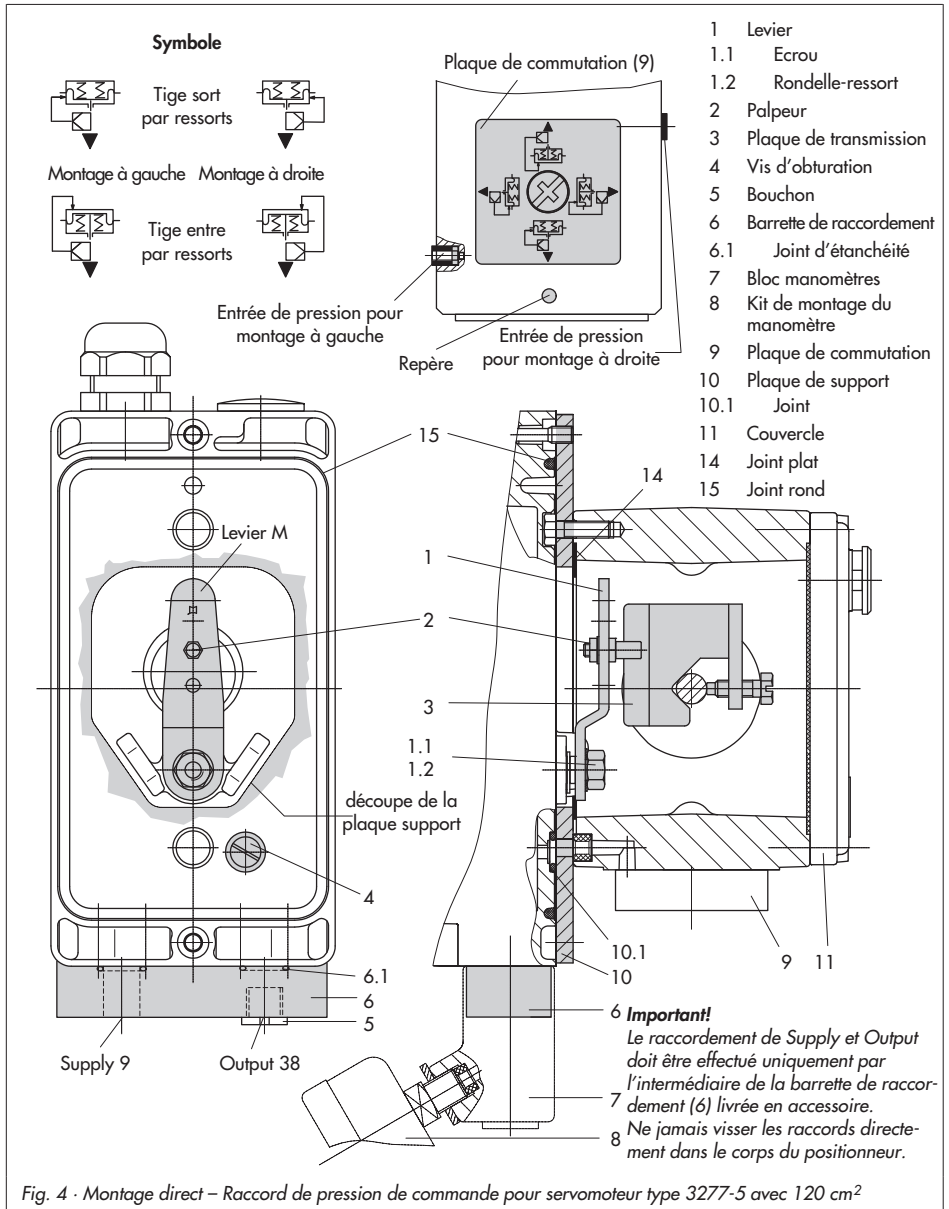
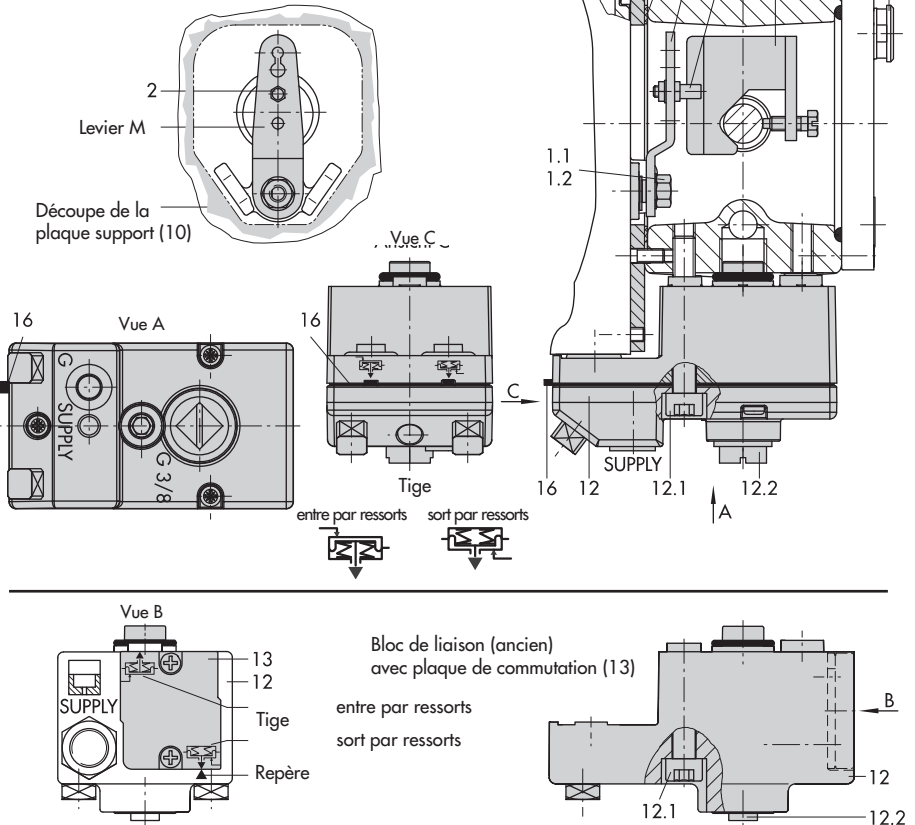

Fig. 4 - Montage direct – Raccord de pression de commande pour servomoteur type 3277-5 avec 120 cm2
Fig. 5 · Montage direct – Raccord de pression de commande pour servomoteur type 3277 avec 240, 350 et 700 cm2
1. Monter la barrette de raccordement (6) ou le bloc manomètres (7) sur le positionneur. Veiller à la présence des joints (6.1).
2. Dévisser la vis d'obturation (4) sur le positionneur et obturer la sortie "Output 38" de la barrette de raccordement (6) ou du bloc manomètres (7) avec le bouchon (5) disponible en pièce de montage.
3. Placer la plaque de transmission (3) sur la tige de servomoteur en vérifiant que la vis de fixation est bien placée dans la rainure circulaire de la tige de servomoteur.
4. Fixer la plaque support (10) sur le servomoteur de telle sorte que la partie étroite de la découpe (Fig. 4 à gauche) soit dans
Monter le positionneur sur l'arcade comme illustré sur la Fig. 5. Pour les exécutions "Tige sort par ressorts", la pression de sortie est transmise par le bloc de liaison (12) sur la membrane et par un orifice dans l'arcade. Dans le cas des exécutions "Tige entre par ressorts", la liaison est externe.
1. Placer la plaque de transmission (3) sur la tige de servomoteur en vérifiant que la vis de fixation est bien placée dans la rainure circulaire de la tige de servomoteur.
2. Fixer la plaque support (10) sur le servomoteur de telle sorte que la partie étroite de la découpe (Fig. 4 à gauche) soit dans la direction des raccordements pneumatiques du positionneur et que le joint plat (14) collé soit du côté de l'arcade.
3. Pour les servomoteurs de 355/700 cm2, le palpeur (2) du levier **M** (1) installé sur l'arrière du positionneur doit être enlevé de la position **35** et placé dans le perçage de la position **50**, puis vissé.
6. Pour le nouveau bloc de liaison, la languette du joint (16) du bloc de liaison doit être positionnée selon l'exécution du servomoteur "Tige sort par ressorts" ou "Tige entre par ressorts". Si nécessaire, enlever la plaque de commutation en dé-faisant ses trois vis de fixation et retourner le joint (16) de 180°. Pour l'ancien bloc de liaison (Fig. 5 en bas), la plaque de commutation (13) doit être positionnée en face du repère correspondant à l'exécution du servomoteur.
7. Placer le bloc de liaison (12) avec ses joints d'étanchéité sur le positionneur et l'arcade et fixer fermement par la vis (12.1). Pour les servomoteurs "Tige entre par ressorts", ôter le bouchon (12.2) pour effectuer la liaison avec le servomoteur.
8. Placer le couvercle (11) de l'autre côté de l'arcade du servomoteur de telle sorte que l'évent permette l'évacuation vers le bas d'éventuels condensats.